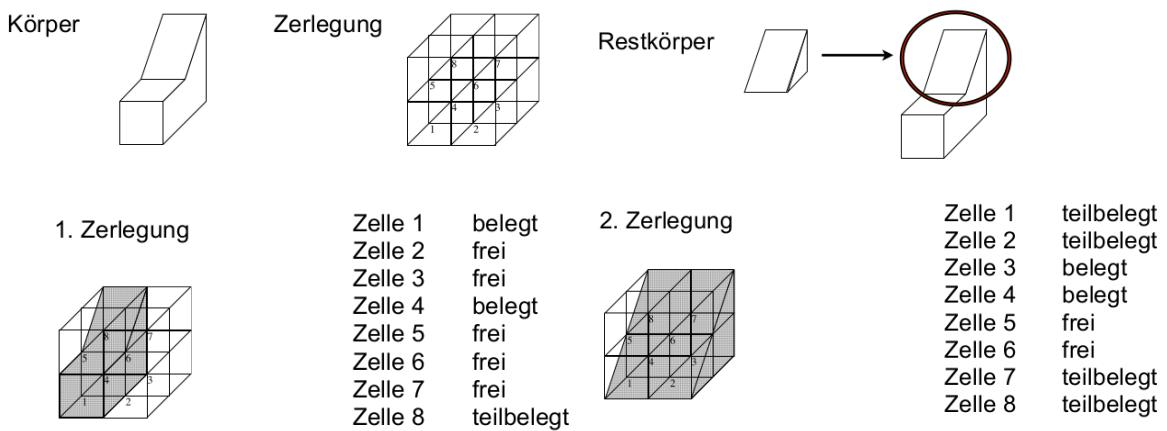

Abbildung 11: Beispiel – Zellenbelegung
**Zellenbelegung:** Der Raum wird in mehrere Zellen unterteilt (i.d.R. 8 Zellen: „Octree“). Wenn eine Zelle komplett vom Objekt belegt ist, als „belegt“ markieren. Wenn die Zelle nur teilweise belegt ist, dann wird auf diese Zelle das Verfahren rekursiv angewendet. Ansonsten ist die Zelle leer. Die Rekursion terminiert bei einer vorbestimmten minimalen Zellgröße. Teilbelegte kleinste Zellen werden als belegt markiert. Siehe Abbildung 11.